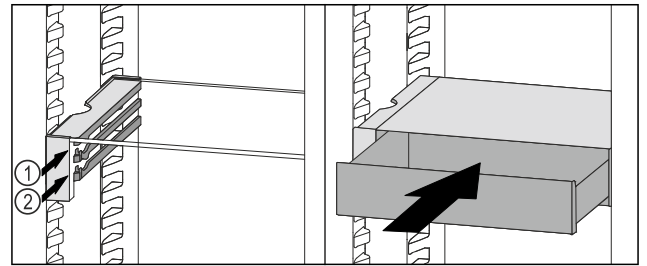

Fig. 82
- ▶ Așezați sertarul VarioSafe în spatele opritoarelor pe nervura dorită Fig. 82 (1) sau Fig. 82 (2).